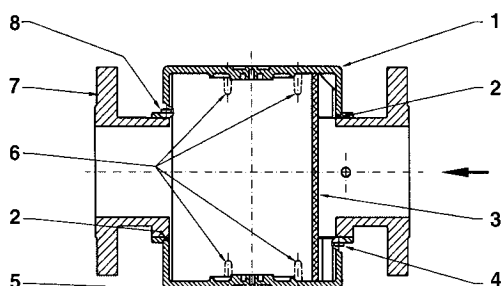

Рис. 49
- Очистите и проверьте патрон газового фильтра, в случае необходимости замените его (см. Рис. 49);
С фланцевым соединением - Рис. 49
Описание (Рис. 49)